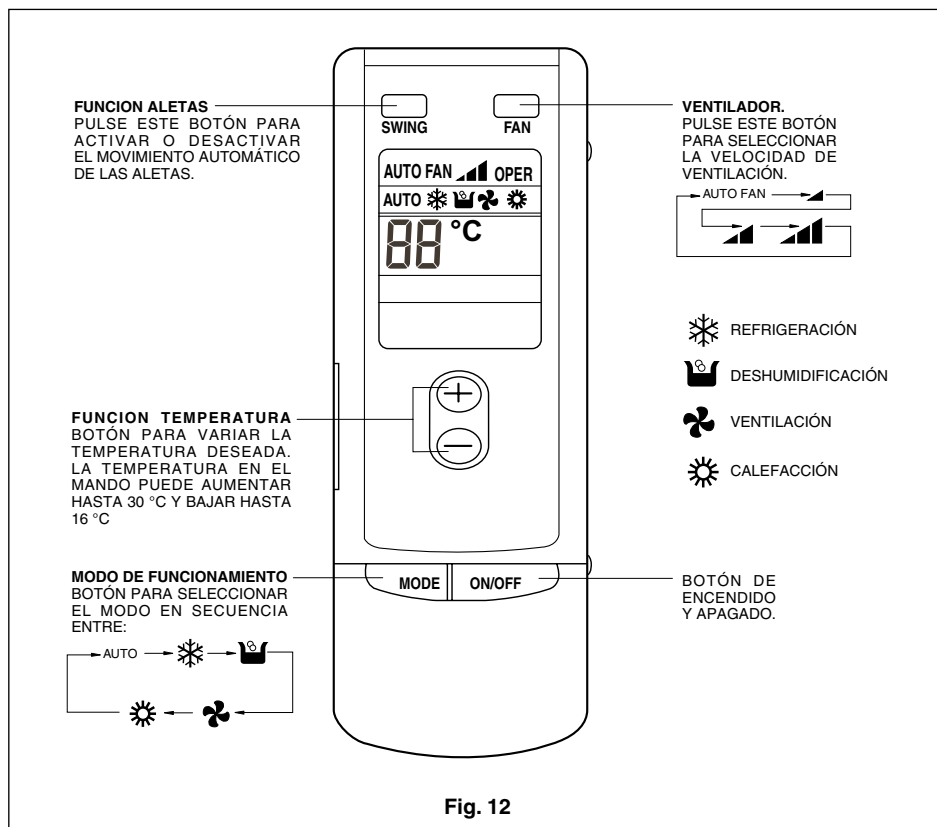

Fig. 12
- Los nombres y funciones de cada botón se muestran en la fig.12.